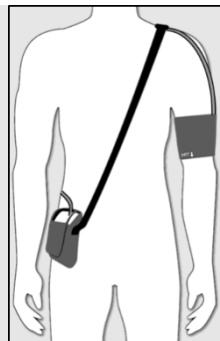

Fig. 1: Mobil-O-Graph®
- Accertarsi del corretto posizionamento della tracolla/cintura e del tubo del bracciale, vedi Fig. 1.
- L'attacco del tubo sul bracciale deve essere rivolto verso l'alto, vedi Fig 1.